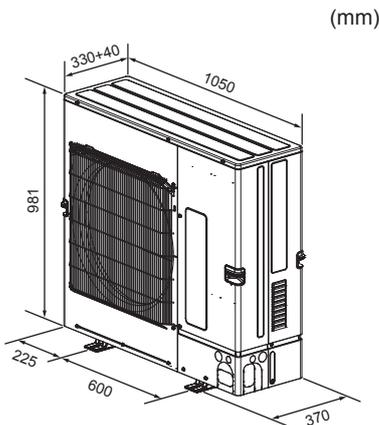

Fig. 2-3
2.3. Dimensões globais (Unidade exterior) (Fig. 2-3)